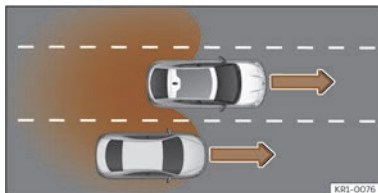

Fig. 153 Adelantamiento en el carril central e incorporación posterior al carril derecho.
- Cuando se adelanta a otro vehículo >>> **fig. 153** con una diferencia de velocidad de aprox. 10 km/h (6 mph). Si el adelantamiento es considerablemente más rápido, no se muestra ninguna indicación.